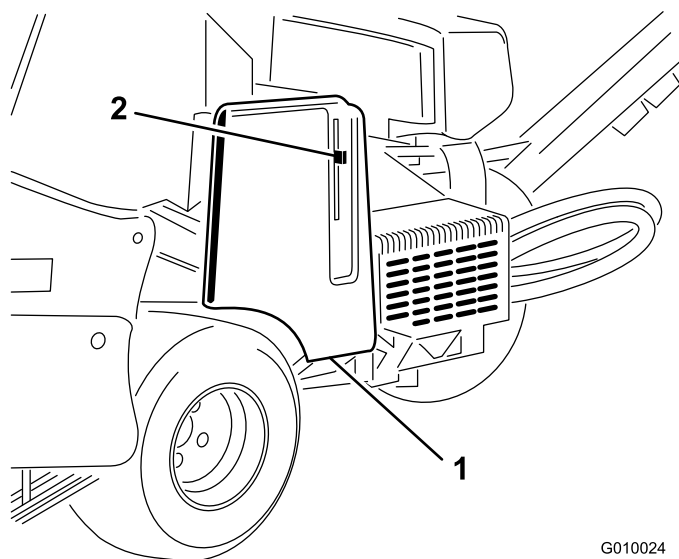
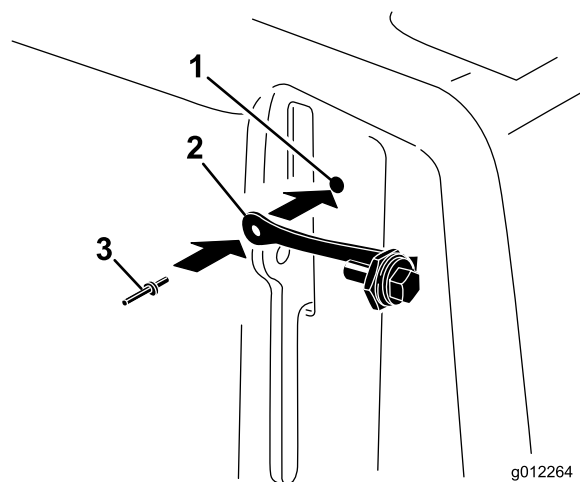

Figure 8
Figure 9
1. Localisez le trou dans le protège-courroie, près du levier de verrouillage (Figure 8 et Figure 9).
2. Fixez la patte de retenue dans le trou du protège-courroie à l'aide d'un rivet aveugle (Figure 9).